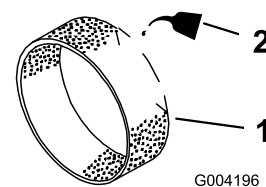

Bild 156
3. Tragen Sie 3 bis 6 cl des Öls auf den Vorfilter auf (Bild 156).